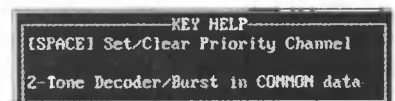

Рис. 5
- Меню "кнопки помощи" (рис. 5) содержит кнопки, используемые для изменения данных: